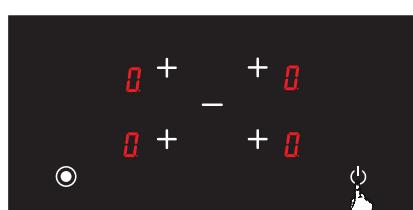

Рис. 16
1. Увімкніть плиту, натиснувши кнопку **⊕** (Див. рис. 16).